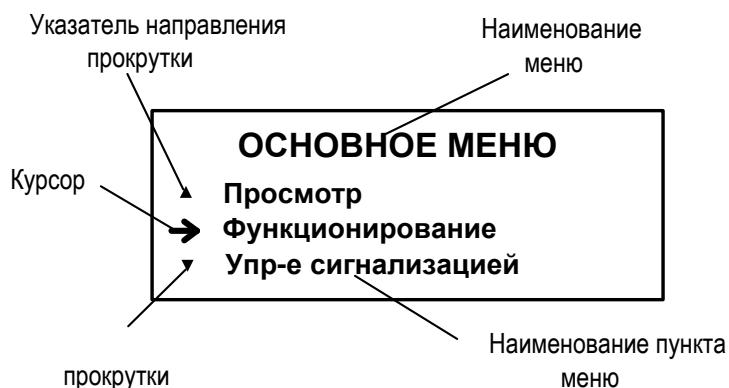

Рис.1. Вид основного меню.
- 1.1.1. Для управления регулятором с клавиатуры ИВБ используется многоуровневая система меню (приложение Б), состоящая из основного меню, подменю и окон, содержащих списки команд и параметров. Основное меню (рис.1) имеет неизменный состав. Состав и структура подменю и окон, а также возможности модификации установочных параметров определяются режимом работы регулятора.
- 1.1.3. Индикация на дисплее состоит из наименования меню (окна), располагающегося неподвижно в первой строке дисплея жидкокристаллического индикатора (ЖКИ), и наименований пунктов меню (параметров), которые могут смещаться вверх или вниз (рис.1).
1.1.5. Одновременно на дисплее может индицироваться не более 3-х строк (пунктов меню, параметров из списка). Поэтому в начале первой и последней строк пунктов (параметров) могут располагаться указатели направления прокрутки в виде треугольников (рис.1), вершины которых направлены в стороны возможного перемещения курсора по строкам (пунктам меню, параметрам).